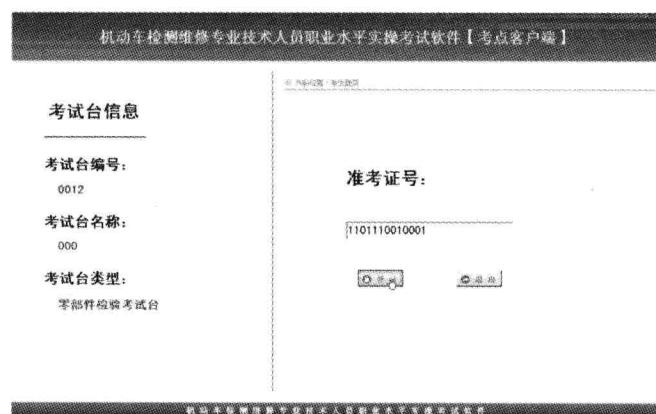

图1-15 考生登录界面
(2) 考生登录。考试程序启动后，会出现考生登录界面，如图1-15所示。